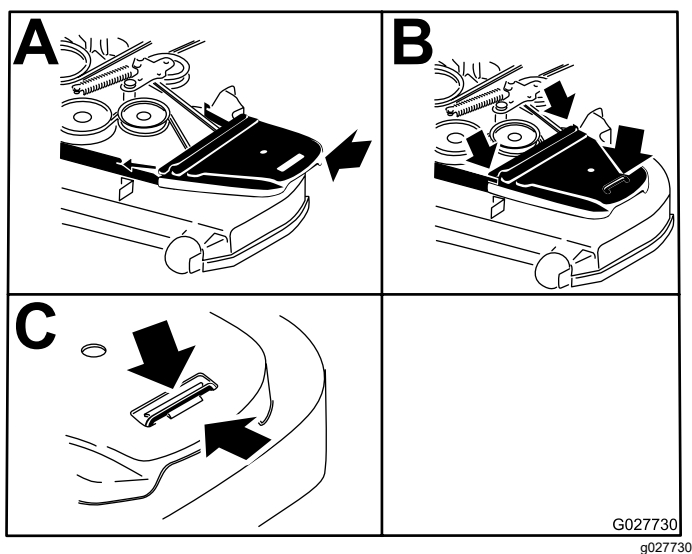

Figura 79
14. Instale las cubiertas de la correa (Figura 79).